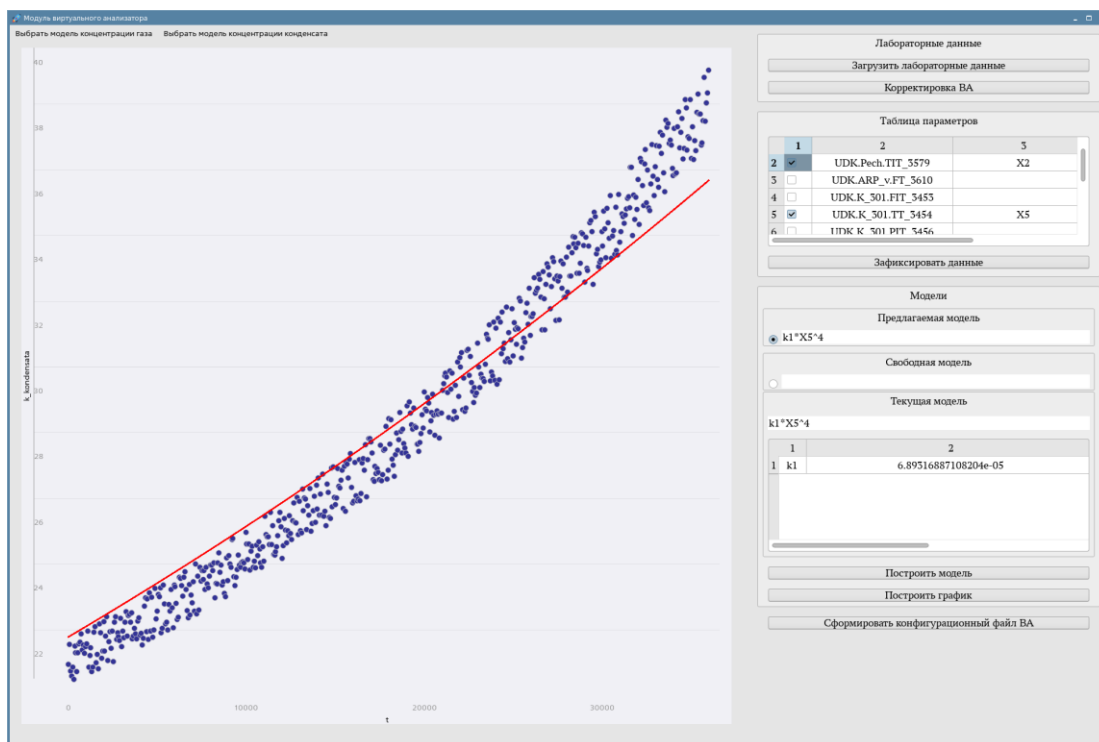

Рисунок 20 – Основное окно модуля. Предлагаемая модель
7. При построении модели модуль Sens анализирует выбранные параметры на статистическую значимость и строит модель ВА на основе результатов данного анализа. Такой тип модели называется «Предлагаемая». Для ее построения требуется поставить галочку в соответствующем поле и нажать кнопку «Построить модель» см. Рисунок 20.